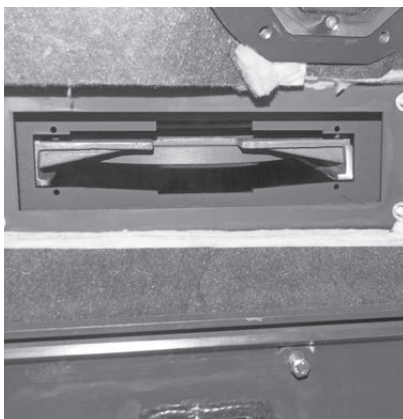
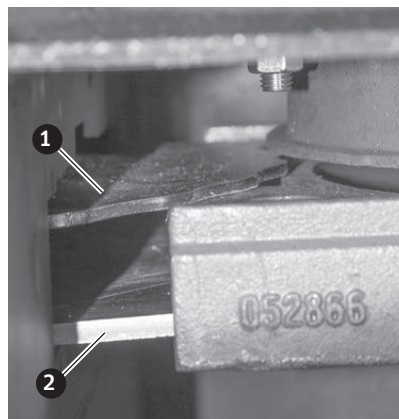

Fig. 22 Entaschung in vorgesehene Führungen einschieben
Fig. 23
- ▶ Entaschung in vorgesehene Führungen links seitlich beim Kessel einschieben (Fig. 22), dabei Führung für Glutbettschieber oben und Ascheschieber unten im Kessel (Ascheraumtür öffnen) beachten – Fig. 23.